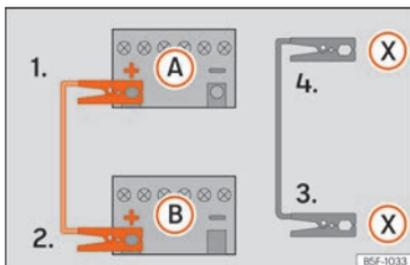

Fig. 69 Esquema de conexión para vehículos con sistema Start Stop.
- 4b. *En los vehículos con sistema Start-Stop:* emborne un extremo del cable negro de emergencia (X) a un terminal de masa adecuado, a una pieza de metal maciza que vaya atornillada al bloque motor o al mismo bloque motor »» » fig. 69.
5. Emborne el otro extremo del cable negro de emergencia (X), en el vehículo con la batería descargada, a una pieza de metal maciza que vaya atornillada al bloque motor o al mismo bloque motor pero lo más alejado posible de la batería (A).